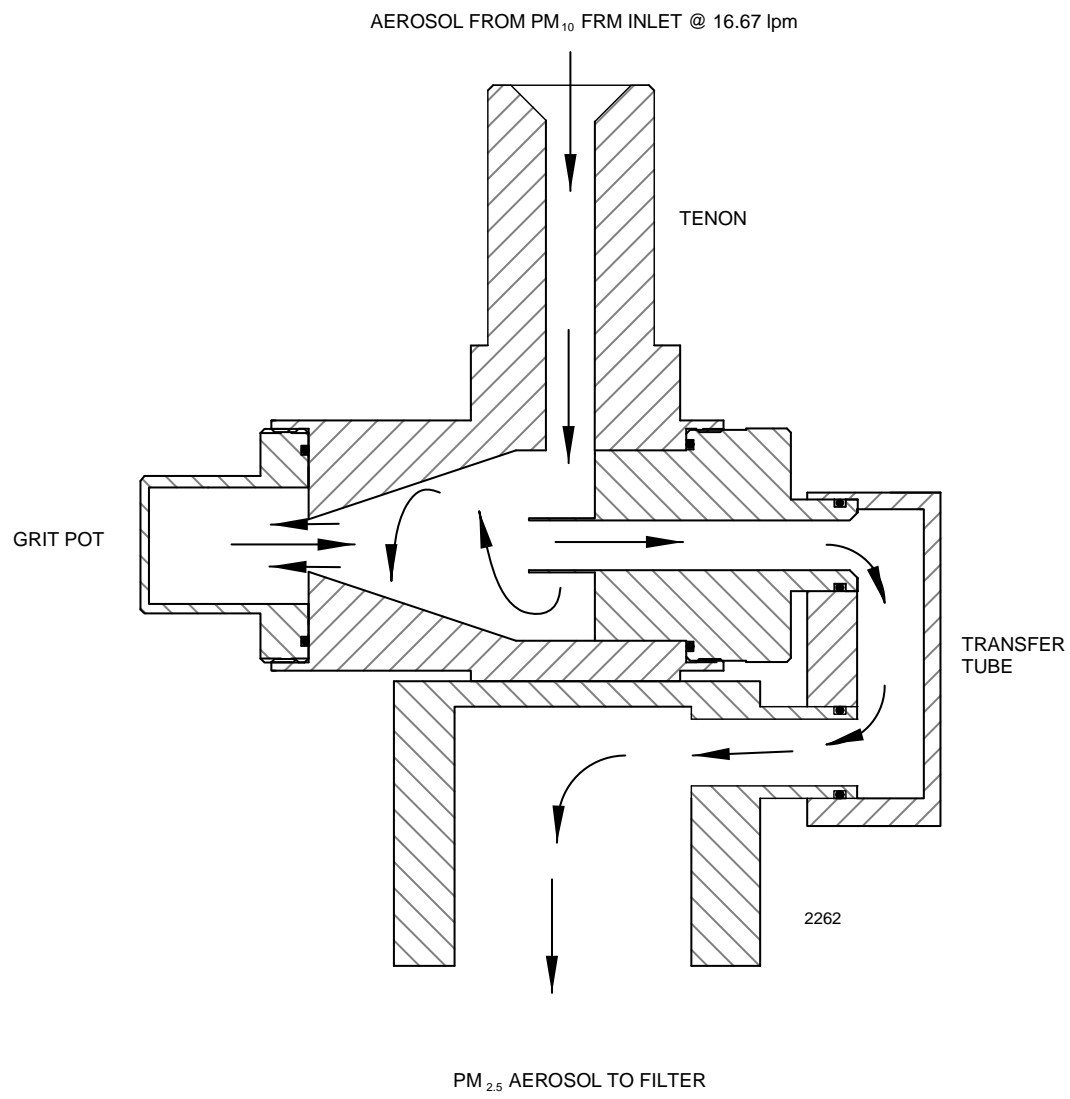

Figura 1: Patrón de Flujo del Very Sharp Cut Cyclone (VSCC™) de BGI
El patrón del flujo a través del VSCC se muestra, en una vista en corte en la Figura 1. Un aerosol "ordinario" con PM_{10} entra tangencialmente después de ser pre-separado por la admisión FRM de PM_{10} . Las partículas mayores que $PM_{2.5}$ (MMD-AED) son apartadas hacia el crisol de arenilla al costado del VSCC y la muestra de $PM_{2.5}$ es conducida a través del separador del ciclón hacia el soporte del filtro. Pruebas en campo y laboratorio indican que el VSCC puede operar hasta por un periodo de 90 días entre cada ciclo de limpieza, aún en sitios con una gran carga urbana.
- Paso 5. Remplace el contenedor superior del WINS con el adaptador superior del VSCC. (Vea la Figura 1 y 4b). La espiga del VSCC deberá pasar a través del sello de la tapa del muestreador ambiental.